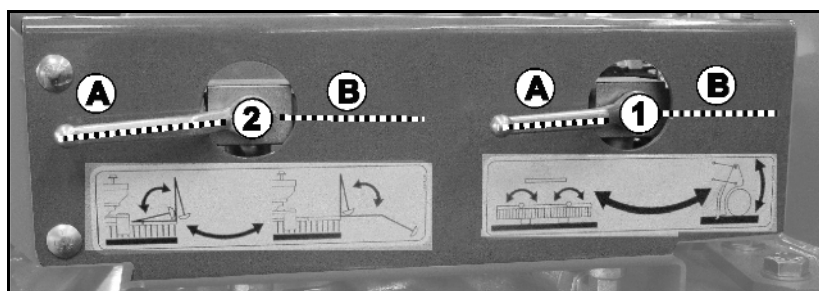

Fig. 25
1. Absperrhahn (Fig. 25/1) in Position B bringen.